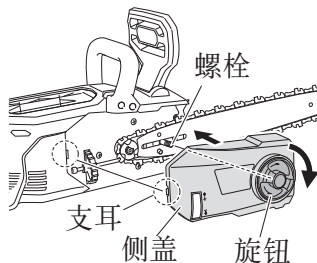
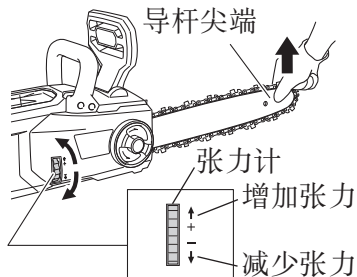

图 13
图 14
4. 安装侧盖 (图 13)
- ① 将支耳插入电锯主体上的孔中，安装侧盖。确保锯链未从导杆上松动。
- ② 转动旋钮一次，将其暂时固定。在重新安装侧盖之前，请除去其上面的任何污垢。
5. 调整锯链张力 (图 14)